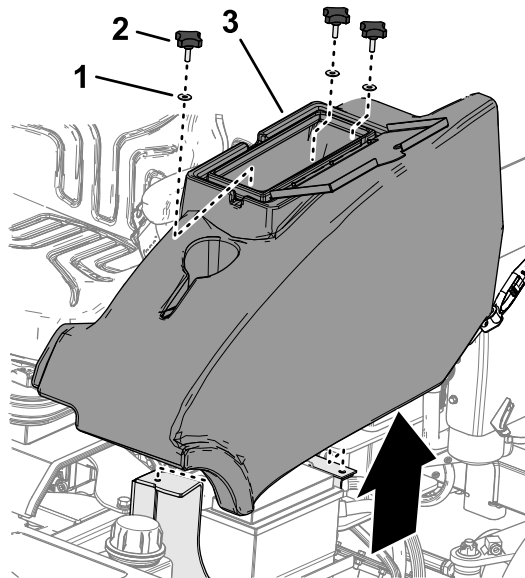

Figura 45
1. No lado esquerdo da plataforma do operador, abra a porta do compartimento de armazenamento (Figura 45).
2. Retire os três manípulos e três anilhas que prendem o compartimento de armazenamento à máquina e retire o compartimento (Figura 45).